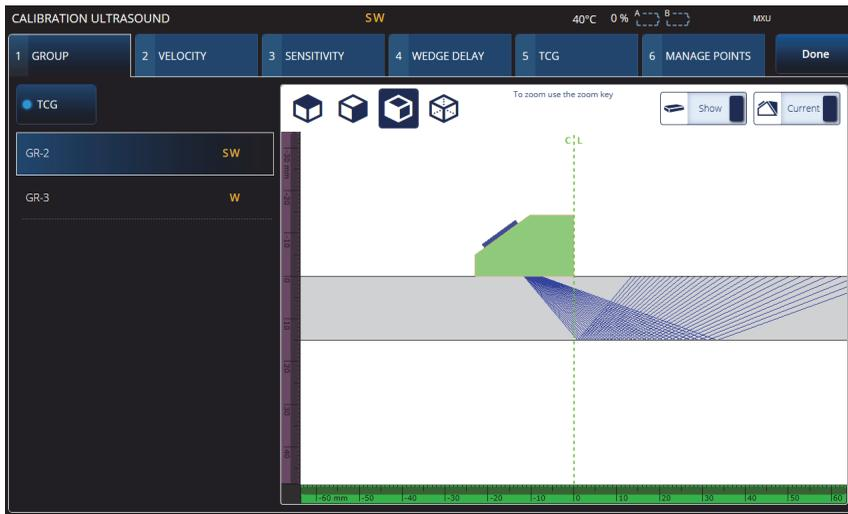

Figura 4-1 Calibración > Grupo
1. Seleccione **☰ Menú principal >  Plan y calibración > Herramientas de calibración** para acceder al asistente de **Calibración PA/UT/TFM** (ver Figura 4-1 en la página 178). Consulte «Calibración TOFD» en la página 198 para llevar a cabo una calibración TOFD. Al igual que el asistente del plan de escaneo, el proceso de trabajo del asistente de calibración se divide en varias pestañas o secciones (para diferentes tipos de calibración).
2. En la pestaña **Grupo** (ver Figura 4-1 en la página 178), seleccione el grupo que desea calibrar. Para un grupo UT, seleccione también el método de dimensionamiento a calibrar: **TCG, DAC** o **DGS**.